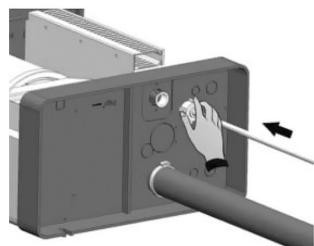

рис. 11
7. Присоедините линию подачи воды к соединению 3/4 электроклапана, расположенному снизу увлажнителя [рис. 11 и 12]